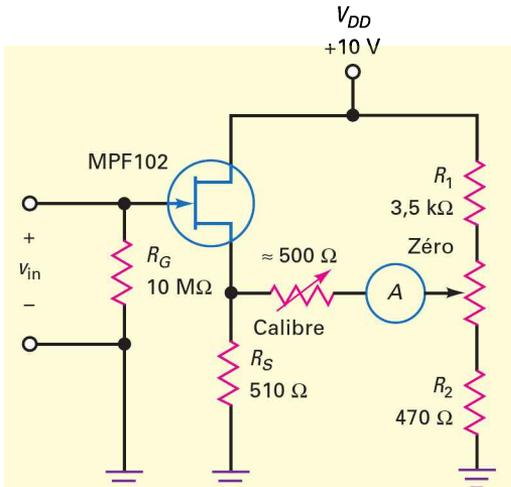

Figure 11.51
11.38 La figure 11.51 représente un voltmètre DC à JFET. On règle le zéro juste avant de faire une mesure. On ajuste périodiquement le calibre pour avoir une déviation totale pour $v_{in} = -2,5\ \text{V}$. Ces opérations prennent en compte les variations d'un JFET à l'autre ou l'effet du vieillissement.